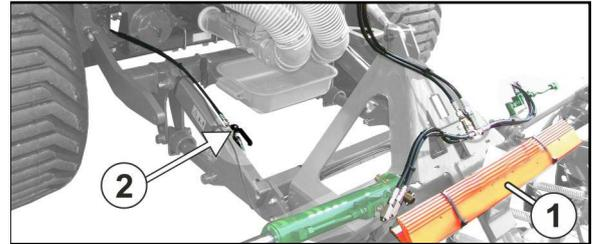

Fig. 102
1. Verkehrssicherungsleisten (Fig. 102/1) abnehmen.
3. Absperrhahn (Fig. 102/2) öffnen.